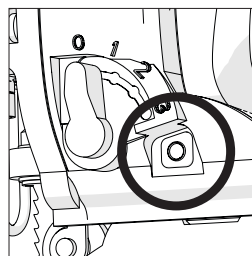

Fig 12
- Skjut luftfläktens kontrollreglage helt åt höger (sett från operatörens synvinkel) (**Fig 12**)